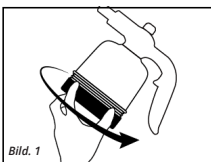

Bild. 1
3. Schrauben Sie den Deckel vom Kartuschenfach des Brenners ab. [Bild 1]